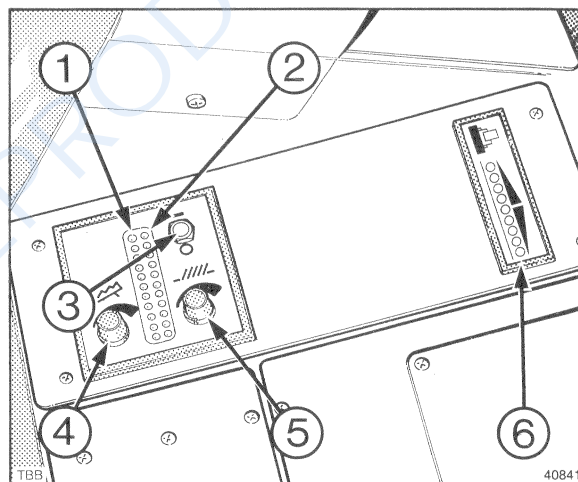

Fig. 100
7. Figure 100 : régler le bouton de sensibilité du capteur des grilles 5 jusqu'à ce que tous les témoins verts et un témoin jaune de la barre des témoins 2 soient allumés (\*).